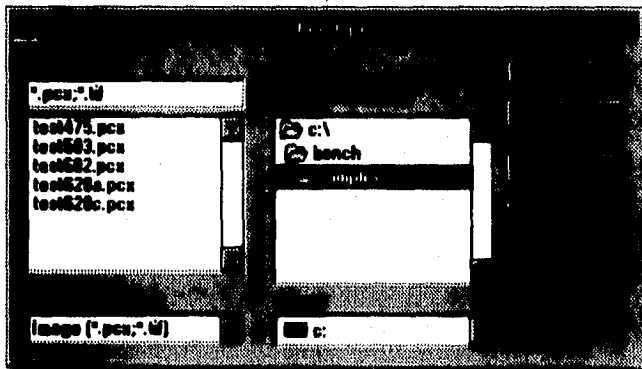

Figura 4.41
2. El cuadro de diálogo FILE OPEN como el que se muestra en la Figura 4.41 será desplegado, pidiendo que se dé el nombre del archivo de la Imagen que se desea ver. Si el